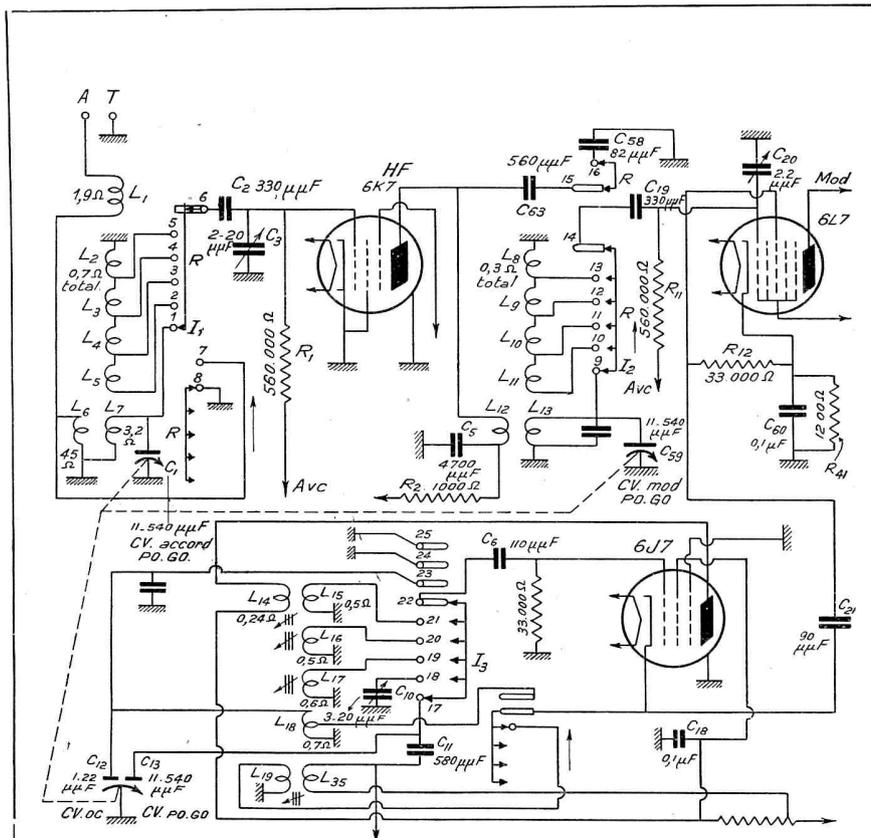

FIG. 7. — Schéma de la partie accord - HF - oscillatrice d'un récepteur band-spread américain (la commutation est réalisée à la position P.O.)
Plus simplement, sur un très récent récepteur à 13 lampes d'importation américaine (3), le problème du « band-spreading » (littéralement : étalement des bandes) est réalisé. Ce récepteur comporte à son entrée (voir figure 7), une amplificatrice HF 6K7, une oscillatrice pentode 6J7 et une modulatrice heptode 6L7.
L'examen de la figure 7 montre que le problème de l'étalement des bandes est réalisé dans le schéma décrit par le jeu d'un commutateur, c'est-à-dire mécaniquement et par addition d'un seul CV supplémentaire (C12).
Comme on peut le remarquer sur le schéma de la figure 7 qui représente l'entrée du récepteur à la position « écoute PO », les circuits d'accords et de HF sont sur les 4 gammes OC accordés par des trimmers fixes C3 et C20, de 20 micromicrofarads au maximum. Le seul